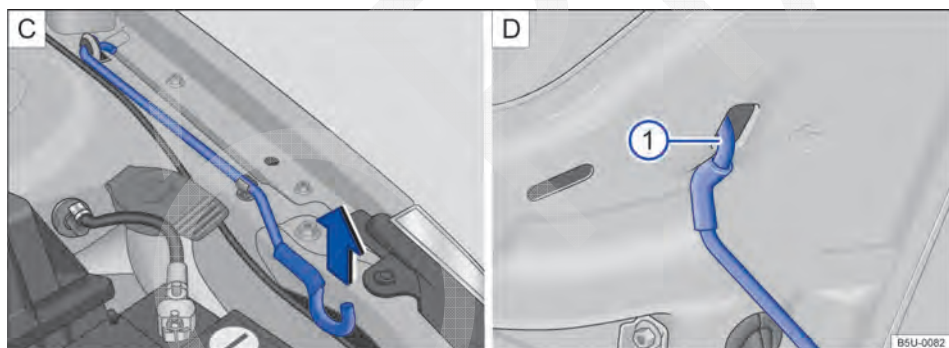

Fig. 122 C Haste de sustentação da tampa do compartimento do motor. D Tampa do compartimento do motor apoiada na haste de sustentação.
- Retirar a haste de sustentação do suporte no sentido da seta → Fig. 122 C e posicioná-la na abertura na tampa do compartimento do motor → Fig. 122 ① D.
- Retirar a haste de sustentação do furo → Fig. 122 e encaixá-la no suporte do fecho → Fig. 122 .